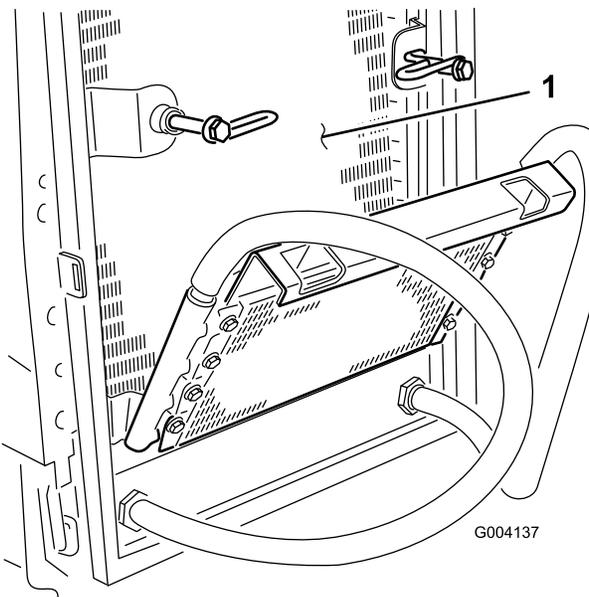

Figura 74
6. Limpie a fondo ambos lados del enfriador de aceite y del radiador (Figura 74) con aire comprimido.